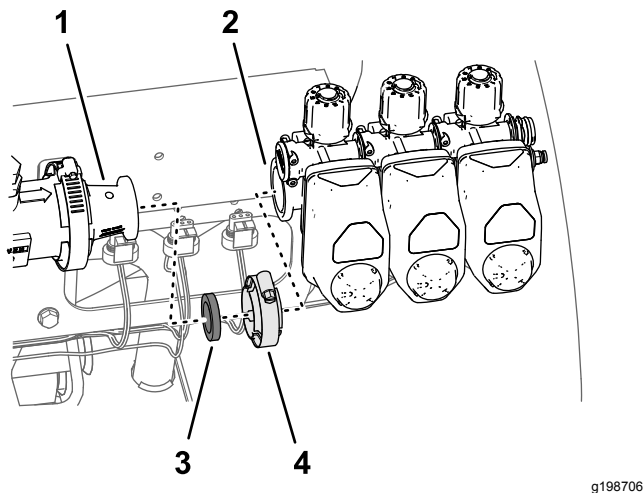

Figure 69
- Déposez les 3 vannes de section de la machine (Figure 69).